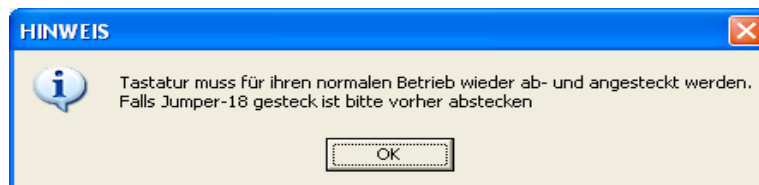

Abb.24
- Zur Wiederherstellung der Tastaturfunktion muss der Controller vom System abgesteckt, der Jumper J18 gezogen und danach wieder angesteckt werden. (vgl Abb. 24)